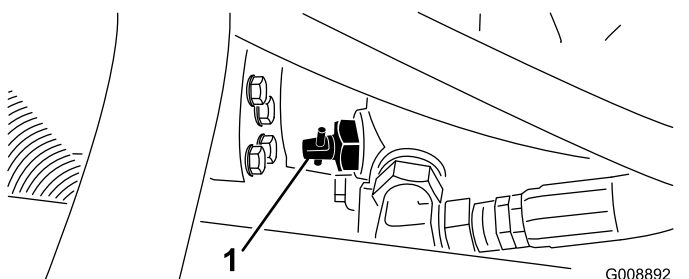

Figura 44
1. Girate la valvola di bypass, sulla pompa (Figura 44) a 90°.